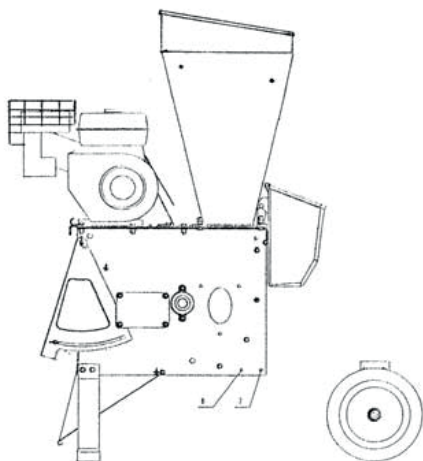

рис.3.
**3. Установка кронштейна задней оси с колесами, см.рис.3.**